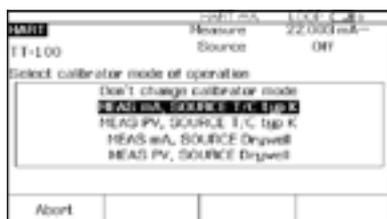

Figura 12.
2. Pressione novamente a tecla **HART** e você será solicitado a selecionar a configuração do 754 (Figura 12). A seleção de **MEAS mA, SOURCE T/C typ K** configura o calibrador para medir a saída analógica de mA do transmissor e fornecer o estímulo de temperatura correto na entrada do 3144. (A seleção de **MEAS PV, SOURCE T/C typ K** configura o 754 para avaliar a saída digital de PV do transmissor.) Pressione **ENTER** para selecionar.